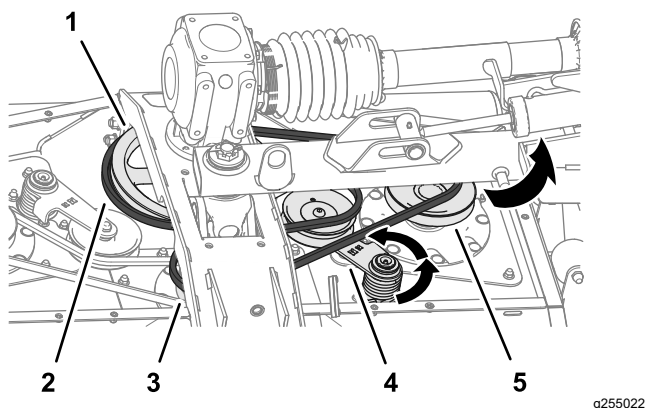

Рисунок 65
2. С помощью монтировки или аналогичного инструмента поверните натяжитель длинного ремня против часовой стрелки и снимите ремень со шкива натяжителя (Рисунок 65).
- Сдвиньте длинный ремень с ведущего шкива, шкива среднего шпинделя и шкива правого шпинделя (Рисунок 65).